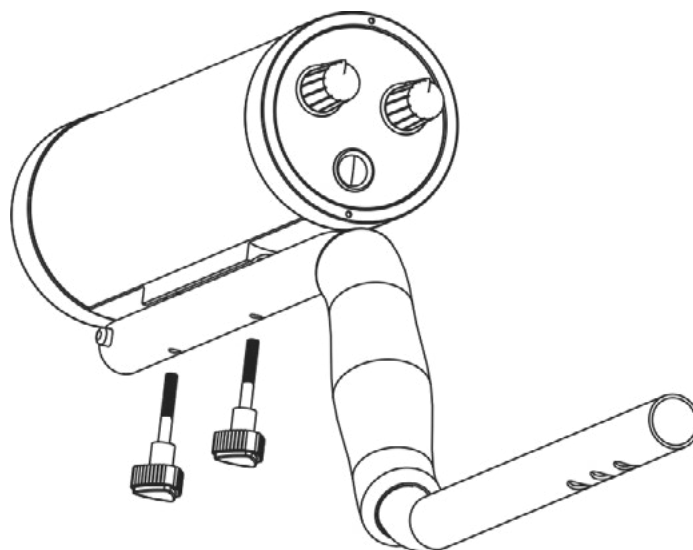

Fig.4 Dévisser les vis triangulaires
- Sortez la tige supérieure (en forme de S) et le boîtier de contrôle , dévissez les deux vis triangulaires en bas de la tige pour enlever le boîtier de contrôle (Voir Fig. 4) :